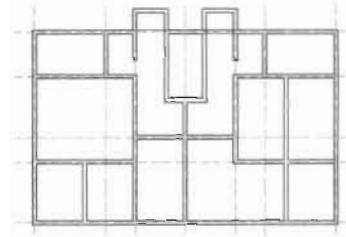

图 5-153
(11) 使用“修剪”命令和“延伸”命令比较墙体线，具体操作很简单，这里就不再讲解了，结果如图 5-153 所示。